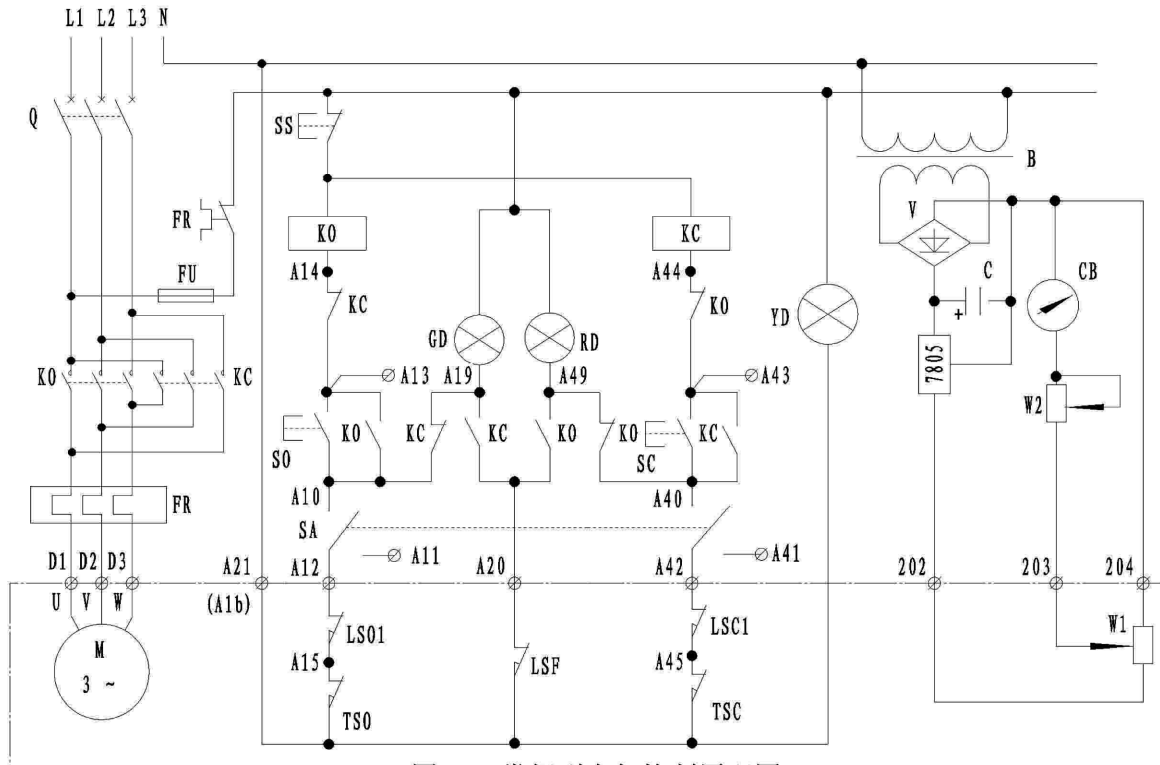

图 11 常规型电气控制原理图
6.1 常规型电气原理图见图 11（注：虚线框内元件在电动装置内）